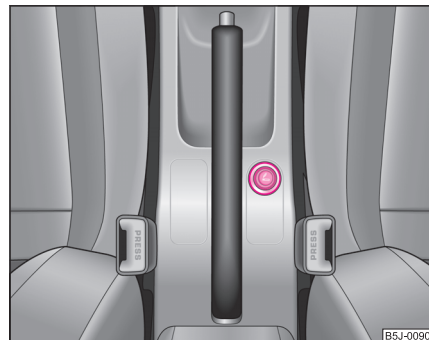

Fig. 68 Consola centrală:
- Apăsați capătul brichetei înăuntru ⇒ fig. 68.